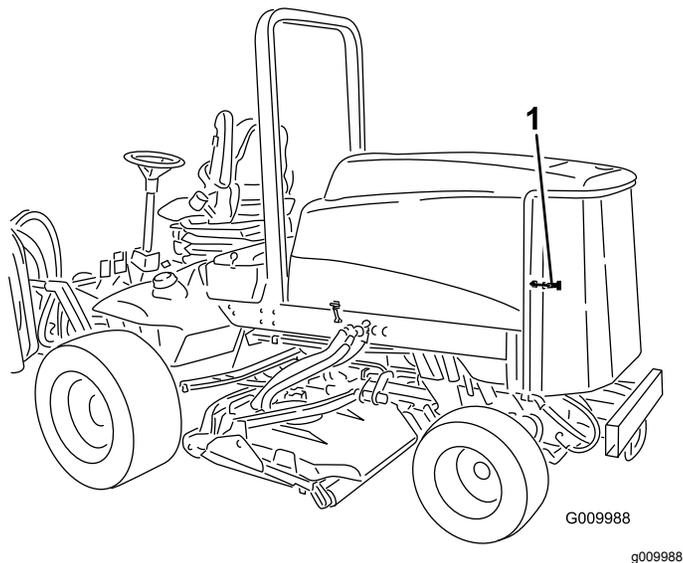

Рисунок 49
1. Откройте защелку и откиньте заднюю решетку (Рисунок 49). Тщательно очистите решетку от всего мусора.